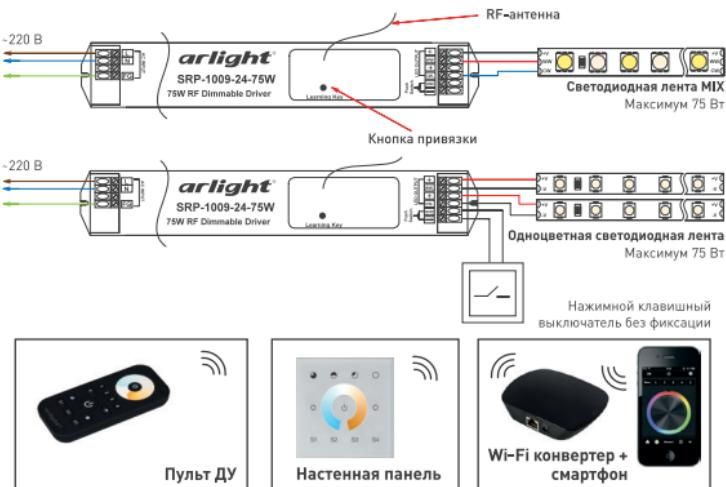

Рисунок 1. Схема подключения.
- 3.3. Подключите нагрузку к выходу LED OUTPUT, соблюдая соответствие проводов [см. Рисунок 1].